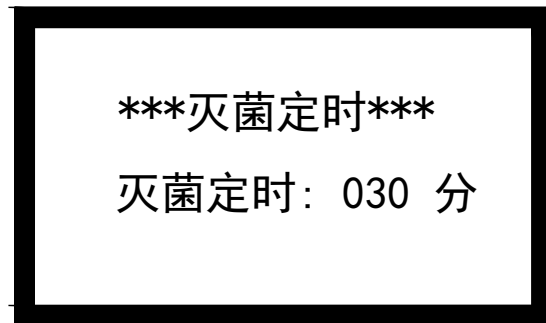
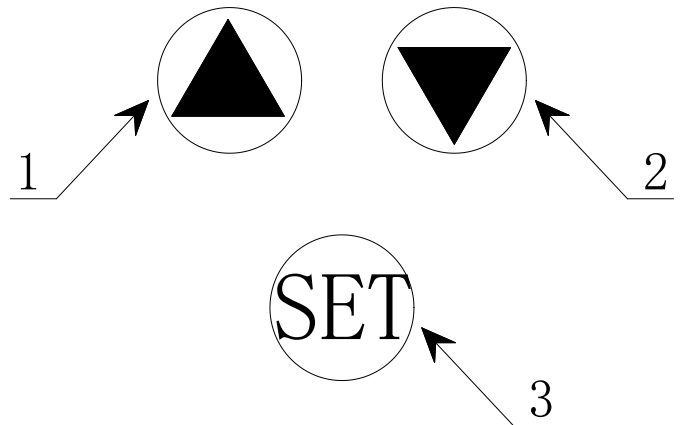

图 8
图 9
- a) 长按 SET 键 (SET 见图 9) 6 秒后出现【**参数菜单** 请输入 0000】，然后再按 SET 键四下后液晶屏显示如图 7 所示。注：此密码只有本厂专业技术人员才可输入，其他人使用时按 SET 键四下直接跳过进入图 7 菜单。
b) 再按一下设置按键中的 SET 键（SET 键见图 9）液晶屏显示为如图 8 所示：
- c) 此时按 3 号键来移动光标（见图 9），选择灭菌定时时间；